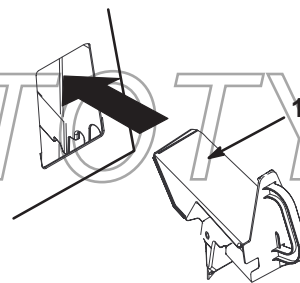

Figura 19
4. Inserite il tappo del Recycler nell'apertura, come illustrato nella Figura 19.